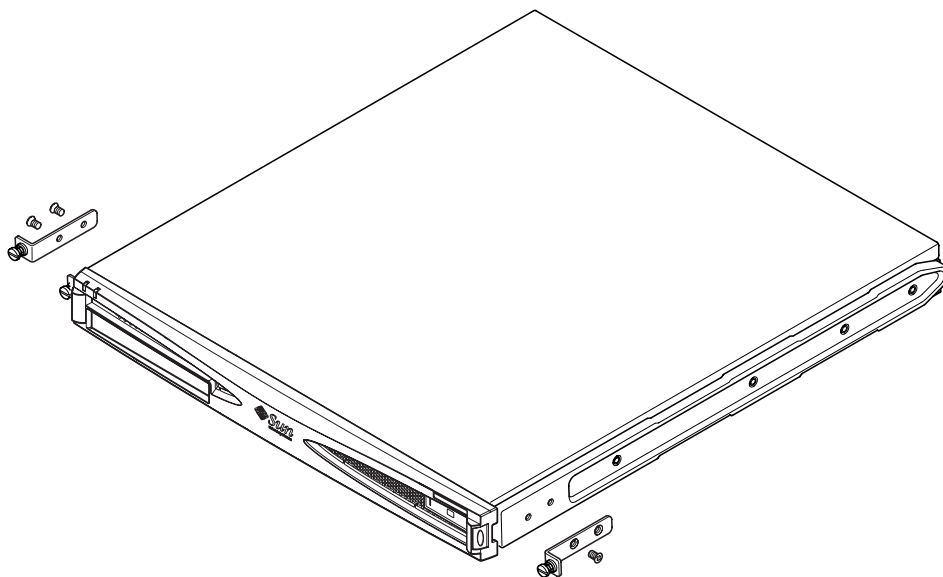

FIGURA 5-10 Extracción de los tornillos de las orejetas de montaje
1. Extraiga los tornillos de las orejetas de montaje en bastidor situadas en ambos lados del servidor (consulte la FIGURA 5-10).